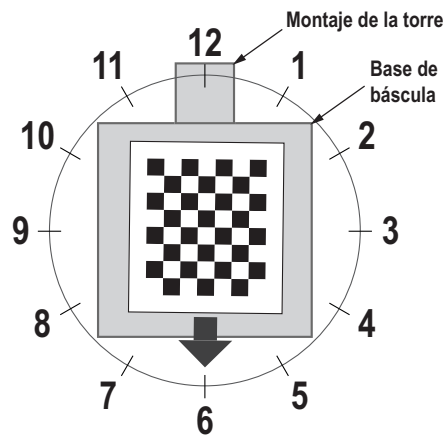

Figura 5-10. Gire a las 6 en punto
- Alinee el objeto de calibración de modo que las cruces estén centradas. Gire el objeto de calibración a las 6 en punto con el conjunto de la torre a las 12 en punto. (Figura 5-10).